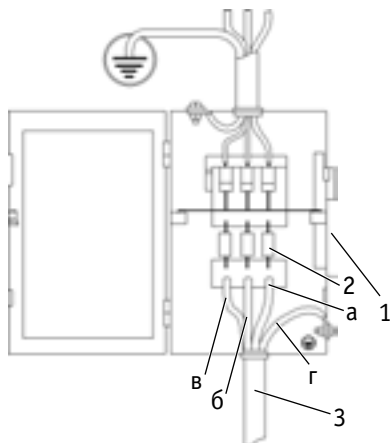

Рисунок 7.2. Схема подключения к сети 380 В.
2. Подсоедините сетевой кабель к электросети с требуемыми параметрами. Проверьте надежность соединения кабеля и сетевой розетки (см. рис. 7.2).